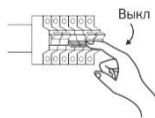

Рисунок 2 – Выключение автоматического выключателя.
- 5.2. Перед монтажом к существующей силовой группе 220 V, отключите питание на щите, путем отключения автоматического выключателя этой группы (Рисунок 2).